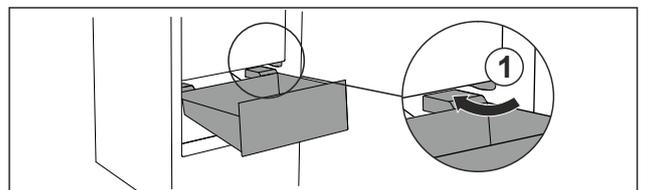

Fig. 67
- ▶ Introducir el cajón inclinado rodeando los topes Fig. 67 (1).